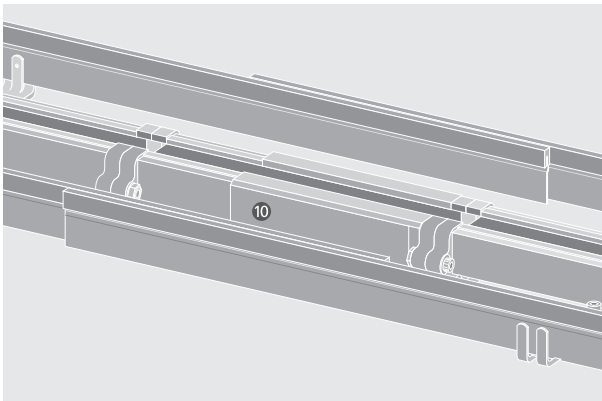

Abbildung 5.8.5
- Im Bereich von Kanallängenausgleichern (10) die Stützbleche mit Gleitleisten ca. 40 cm überlappen lassen. (Abb. 5.8.5)